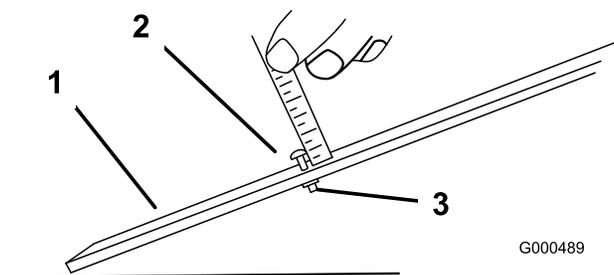

Figura 15
2. Allentate il dado sulla barra di riferimento e regolate la vite di regolazione secondo l'altezza di taglio desiderata (Figura 15). La distanza tra l'estremità inferiore della testa della vite e la parte frontale della barra corrisponde all'altezza di taglio.